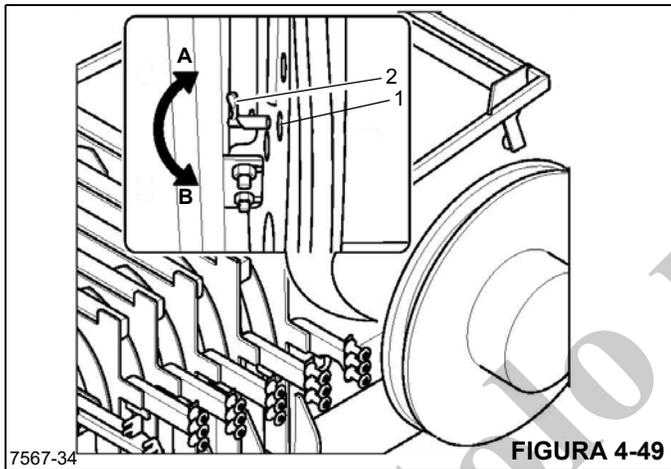

FIGURA 4-49
Los agujeros (1) (Figura 4-49) están distribuidos en la rueda interior del tambor de manguera. Al girar el pestillo (2) se engancha uno de los agujeros para bloquear el tambor, impidiendo que gire.